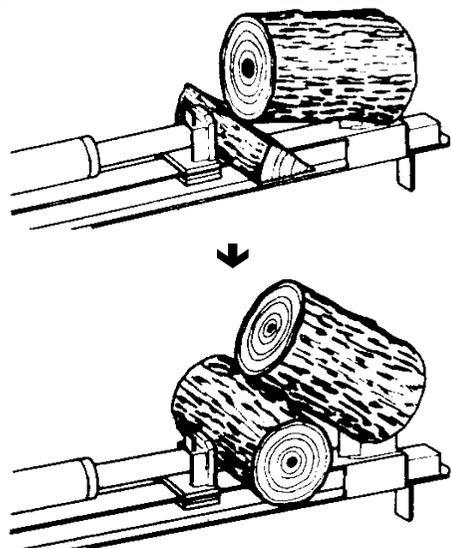

図 8
2. くさび状に割った薪をエッジから外れない丸太の下に割りこませます。(図 8)